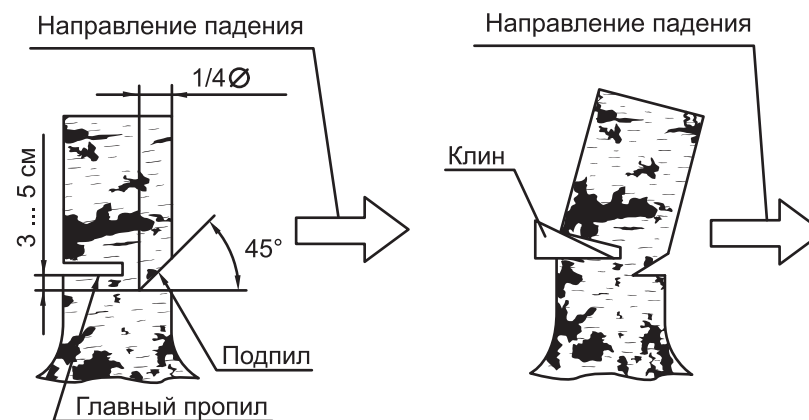

Рис. 10
1) Выполните подпил на четверть диаметра ствола со стороны предполагаемого направления падения (рис. 10). Верхний пропил должен быть произведен под углом около 45°, нижний – горизонтально, таким образом, чтобы он пересекся с верхним и не был ниже него.
2) Выполните чуть выше основной пропил со стороны, противоположной подпилу, на глубину  $\frac{3}{4}$  толщины ствола, обязательно оставив небольшой недопил (рис. 10).